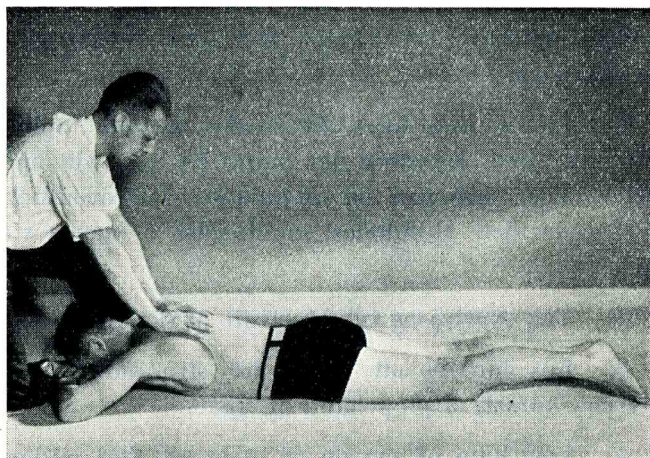
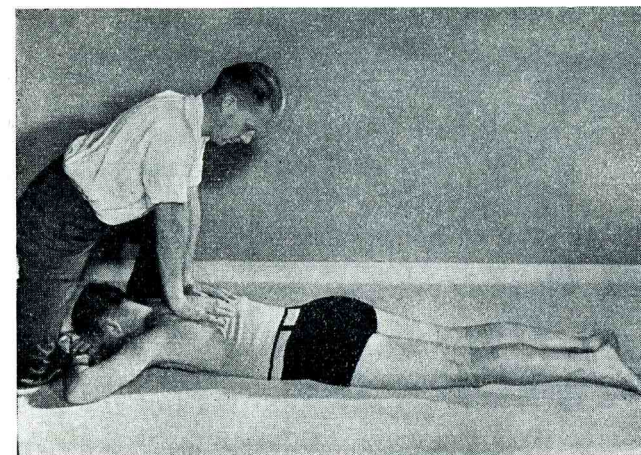
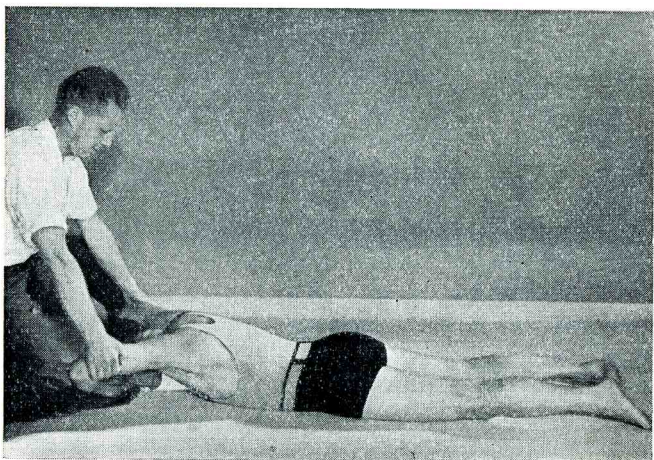

Fig. 1.
Fig. 2.
Fig. 3.
6) Læg dine hænder med samlede fingre på hans ryg, således at dine håndled ligger lige på kammen af den skindødes skulderblade og håndfladerne på selve skulderbladene således, at 2.—5. finger peger mod den skindødes fødder (begyndelsesstilling fig. 1).
7) Begynd øjeblikkelig det kunstige åndedræt ved at gynge din overkrop frem på dine strakte arme under et roligt, jævnt tiltagende tryk på den skindødes skulderblade, indtil dine arme når den lodrette stilling (udånding fig. 2). Bevægelsen skal ske uden nogen som helst kraftanspændelse, kun
bevægelse i  $2\frac{1}{2}$  sekund (indånding fig. 3), medens du fortsat tæller: 5—6—7—8. På »8« sænker du roligt den skindødes arme mod underlaget og lader dine hænder glide frem til begyndelsesstillingen (fig. 1). Udåndingstrykket gentages, løftebevægelsen følger og således fortsættes. Den skindødes overkrop må ikke løftes fra underlaget, men kun lettes.
gisp, ved bevægelser o. s. v.), ophører du med løftningen af hans arme, og du fortsætter nu ved kun at trykke på hans skulderblade (udånding fig. 2) og derefter lade trykket ophøre, idet du gynger tilbage til begyndelsesstillingen (fig. 1).
Anvendes tillige carbogen, fortsættes dog uforandret med begge bevægelser (fig. 2 og 3), indtil han trækker vejret naturligt.